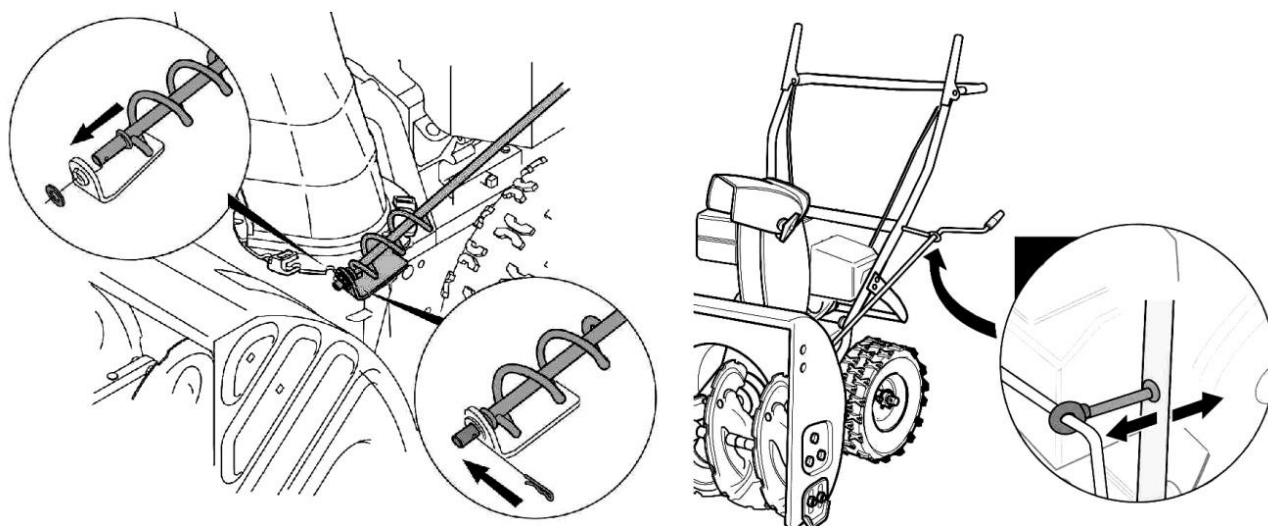

Рис. 5
- Установить плоскую шайбу на конец рукоятки и закрепить при помощи шплинта (См. Рис.5).
- Установите анкерный болт в отверстие на руле управления снегоуборщика для поддержки поворотной рукоятки (См. Рис.5).